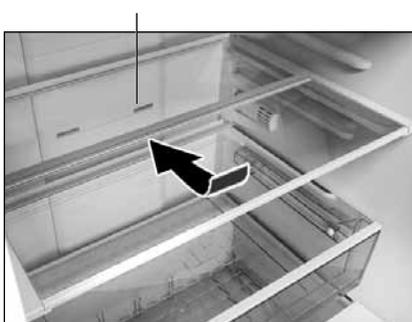

Figura 8
4.1.4 Dacă este necesar să plasați containere înalte în CF, este necesar să ridicați partea din față a raftului-sticlă (pliant) (dacă acesta este) și să o împingeți sub partea din spate, în conformitate cu desenul (figura 8).